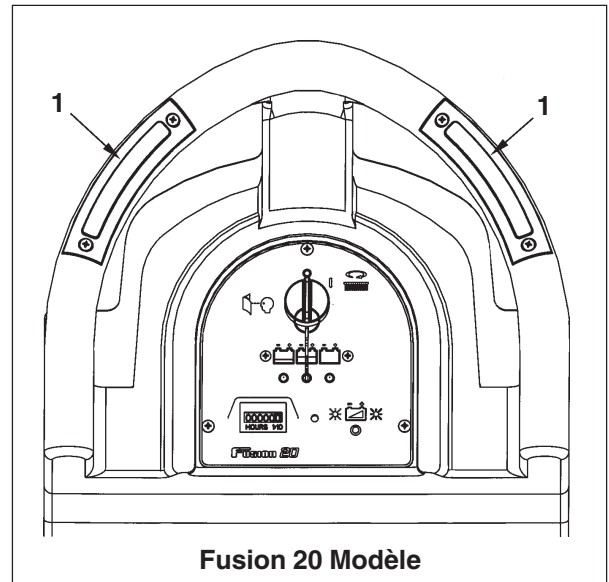

Figure 1
7. Enfoncez l'un des commutateurs d'alimentation (1) du tableau. Voir figures 1 & 2.
Fusion 20 (voir figure 1) - Enfoncez l'un des commutateurs d'alimentation (1) du disque du côté gauche ou du côté droit du tableau.